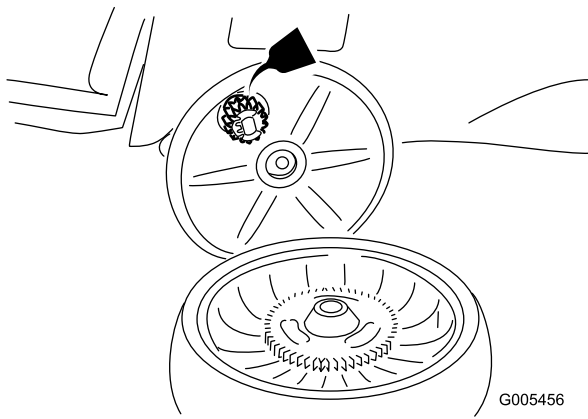

Bild 33
2. Tragen Sie ein Schmieröl am Getriebe auf, siehe Bild 33.